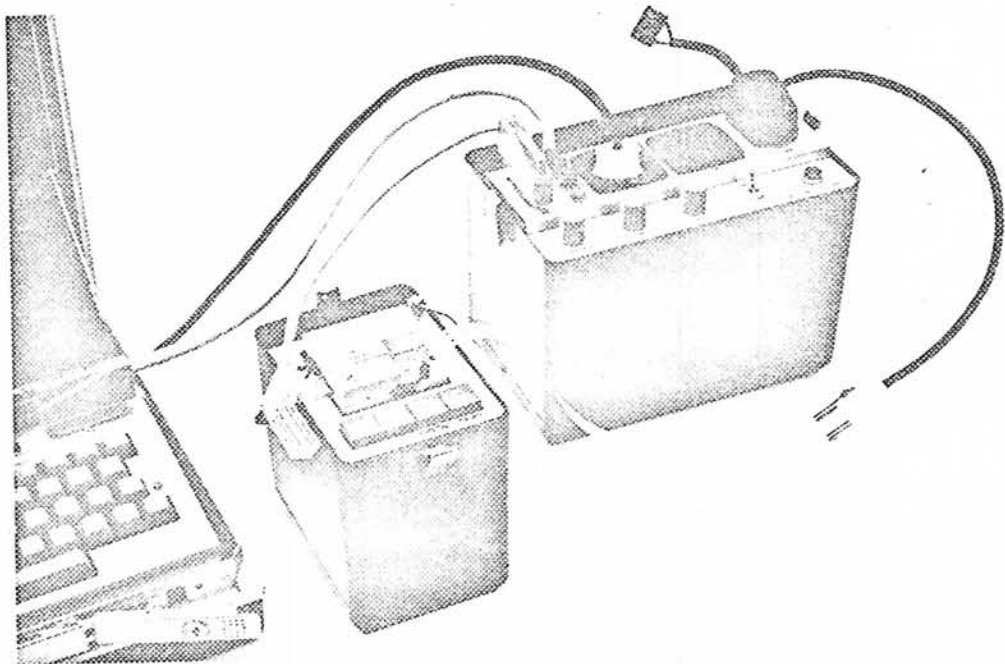

Fig. 4
Das Zusammenschalten der Geräte erfolgt gemäss Fig. 4. Dabei ist wie folgt vorzugehen:
- Anschlusskabel eines weiteren Zusatzgerätes, z.B. TR-803 gemäss Fig. 4 in Stecker "PG" des TA-803